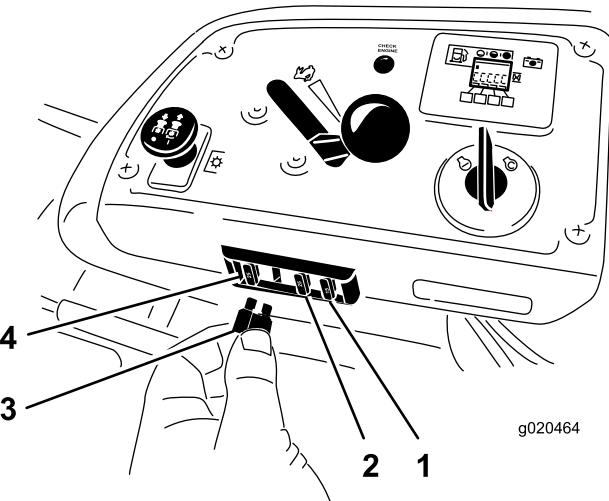

Figura 58
- Los fusibles están situados en la consola de la derecha, junto al asiento (Figura 58).
- Instale un fusible nuevo (Figura 58).